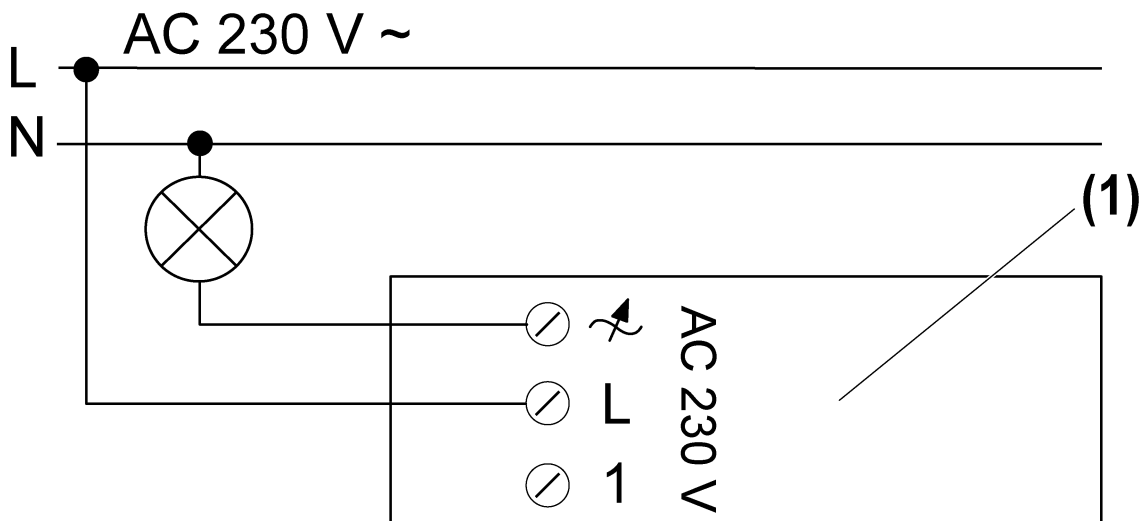
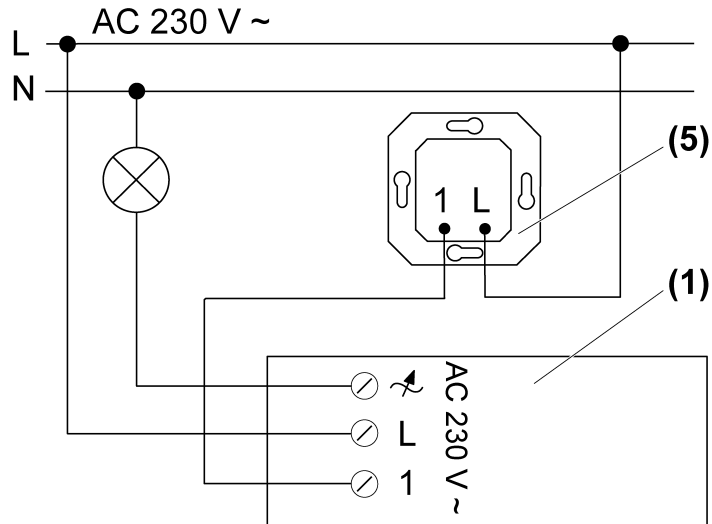
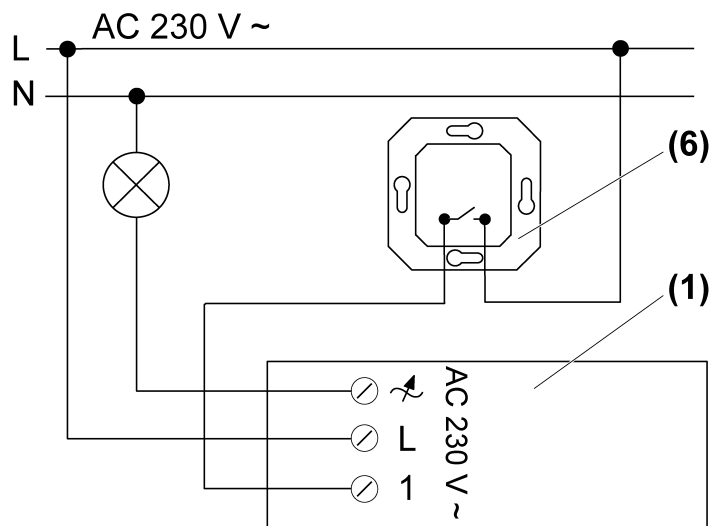

Figure 3: Schéma de raccordement du variateur
Figure 4: Schéma de raccordement du variateur avec poste auxiliaire bifilaire
Figure 5: Schéma de raccordement du variateur avec poussoir d'installation
(6) Poussoir d'installation
- Raccorder le variateur conformément au schéma de raccordement correspondant (figure 3), (figure 4) ou (figure 5).
- i** Appuyer brièvement, environ 1 seconde, sur la touche de programmation (3) pour activer ou désactiver la charge.